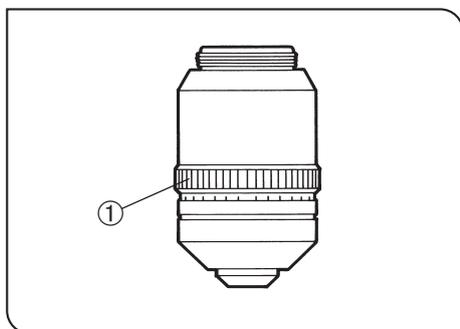

Рис. 41
- При известной толщине покровного стекла установите кольцо коррекции ① на данное значение шкалы. (Рис. 41)
- © Не прикасайтесь к кольцу коррекции ①, вращая револьверную головку.